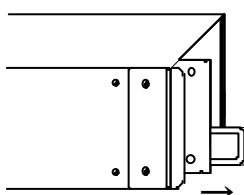

図 4-2 メインモジュールの着脱
- (3) メインモジュール交換の場合は、交換するメインモジュールの取手を手前にまっすぐ引き抜きます。(図 4-2)